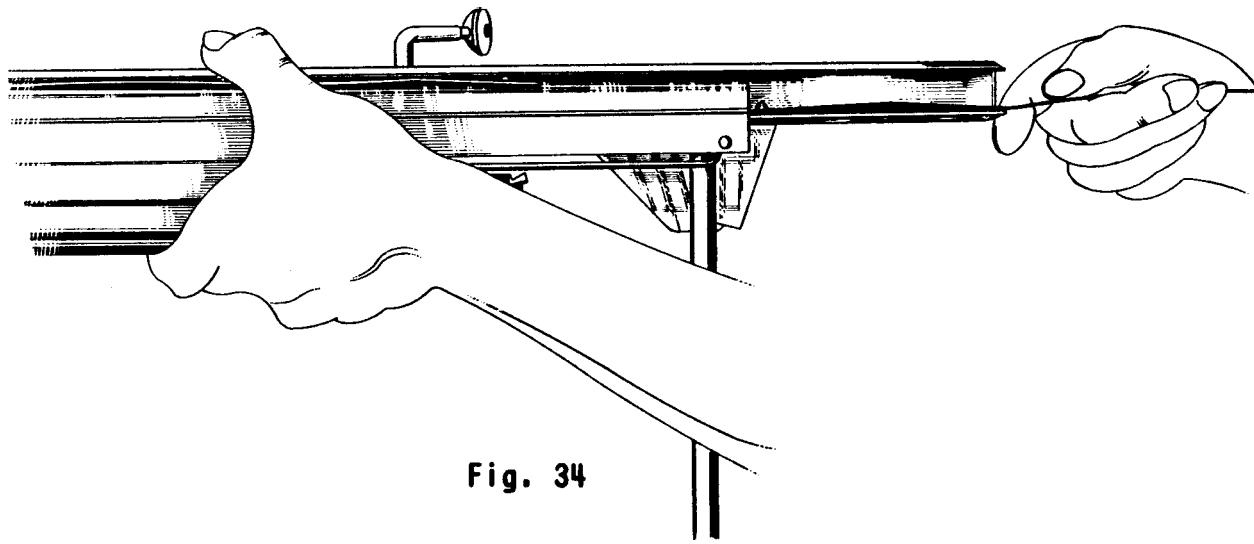

Fig. 34
- 9) **Pose de la glissière extérieure - (Fig. 34)**